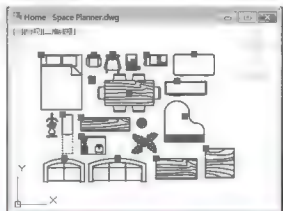

图 1.32 用【快速选择】对话框选择【0】图层上的图形
(4) 在【运算符】下拉列表选中【=等于】选项。
(5) 在【值】下拉列表选中【0】选项,指定将要选择【0】图层上的对象。
(6) 點選【包括在新选择集中】单选按钮,指定只选择【0】图层上的对象;如果點選【排除在新选择集之外】单选按钮,则除指定图层上的对象,其他图层上的对象均将被选中。
(7) 单击【确定】按钮关闭对话框,所有【0】图层上的对象均被选中,如图 1.32 所示。